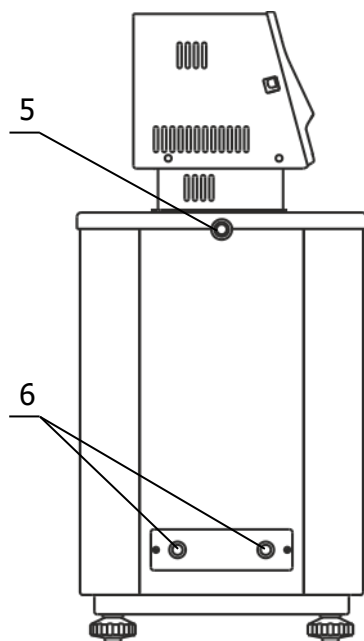

Рисунок 4 — Боковая панель термостата
2.2.5 К переливному штуцеру 5 (рисунок 4) присоединить гибкий шланг, второй конец которого опустить в емкость для сбора излишков теплоносителя объемом 1,5–2 литра.
2.2.6 Заполнить ванну термостата теплоносителем через одно из отверстий рабочих мест до момента начала слива теплоносителя из штуцера 5 (рисунок 4). Температурный диапазон применения теплоносителя должен соответствовать значениям, указанным в 1.2.6.
2.2.7 При первом запуске термостата необходимо включить блок регулирования в режиме прокачки в соответствии с документом ТКЛШ 3.222.009-53 РЭ «Блоки регулирования температуры погружные циркуляционные М53 серии МАСТЕР». При работе циркуляционного насоса теплоноситель переливается из внутренней ванны в основную и его уровень в основной ванне понижается. Доливать теплоноситель следует до тех пор, пока он не начнет переливаться через штуцер 5 (рисунок 4).
2.2.9 Для работы термостата при температурах теплоносителя, близких к окружающей температуре, может потребоваться дополнительное охлаждение с помощью встроенного теплообменника. В этом случае необходимо подключить термостат к водопроводной сети или специальному холодильному устройству при помощи шлангов, присоединенных к штуцерам встроенного теплообменника 6 (рисунок 4). Поток охлаждающей жидкости должен быть равномерным и, по возможности, небольшим. Дополнительное охлаждение не требуется, если температура теплоносителя выше температуры окружающей среды более чем на 25 °С.